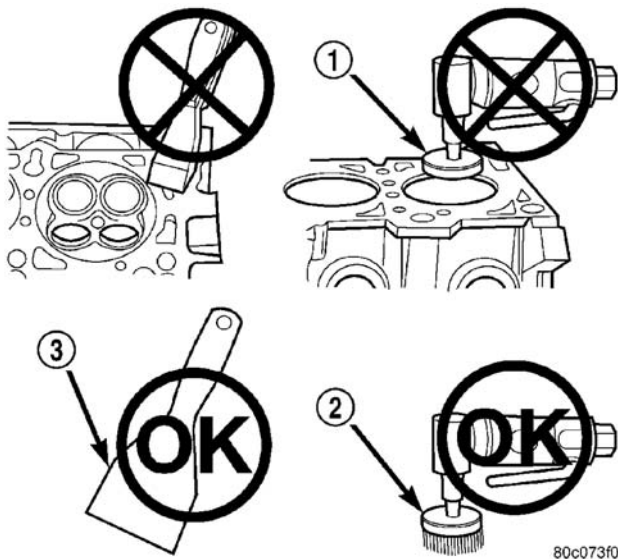

图 3 表面准备时适用的工具
- 塑料或木质刮刀（图 3）
- 带 3MRoloc™ 鬃毛盘（白色或黄色）的钻动马达（图 3）